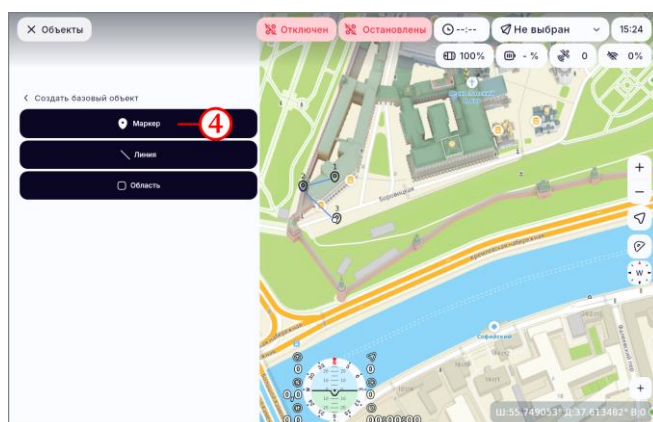

Рисунок 74
- выбрать пункт «Маркер» (рисунок 74, шаг 4);